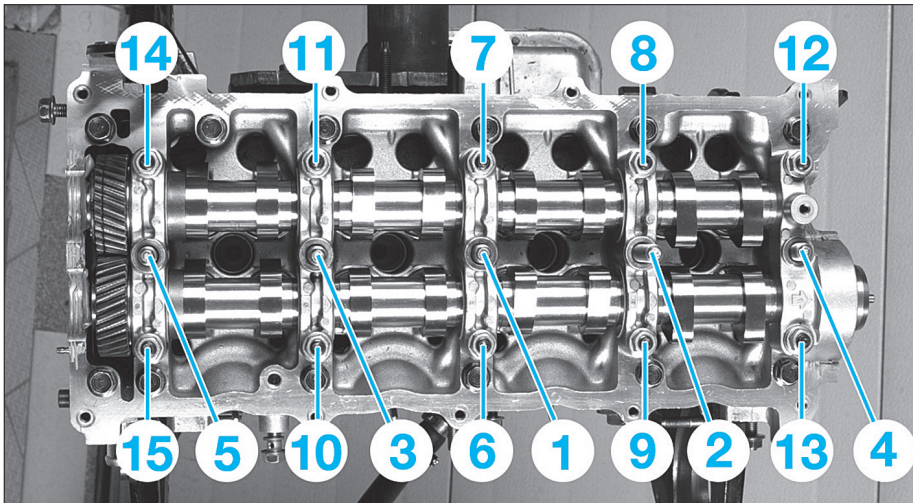

FIG. 36
- Serrer les paliers au couple dans l'ordre de serrage prescrit (fig. 36).